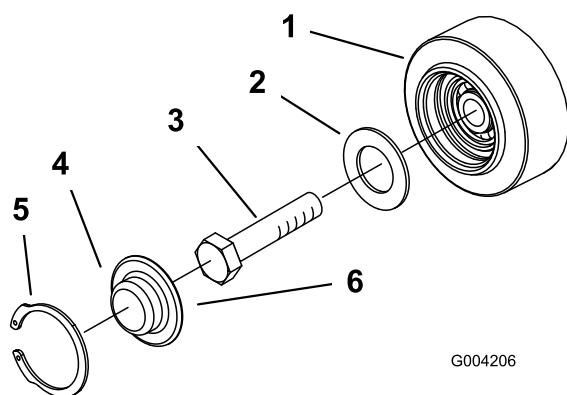

Figura 44
- Retire la anilla a presión y el tapón de una de las ruedas de rodaje (Figura 44).
4. Compruebe la grasa que hay debajo del tapón y alrededor de la junta (Figura 44). Si está sucia, tiene arenilla o queda poca grasa, elimine toda la grasa, cambie la junta, y añada grasa nueva.
6. Coloque el tapón engrasado sobre la cabeza del perno (Figura 44).
7. Sujete el tapón de la rueda de rodaje con la anilla a presión (Figura 44).